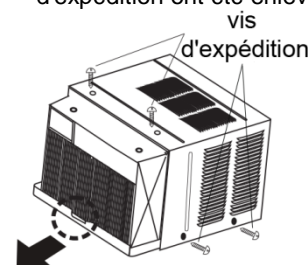

Fig.5
7. Retirez les vis d'expédition situées en haut de l'appareil et aussi sur le côté près de la base, le cas échéant (Voir Fig. 5).